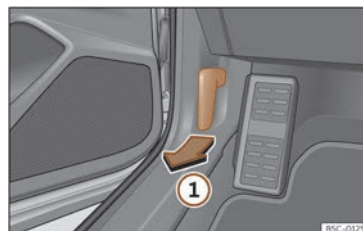

Fig. 217 Palanca de desbloqueig a l'espai reposapeus del conductor.
- Obriu la porta i estireu la palanca que hi ha sota del tauler d'instruments»» **fig. 217 ①**.